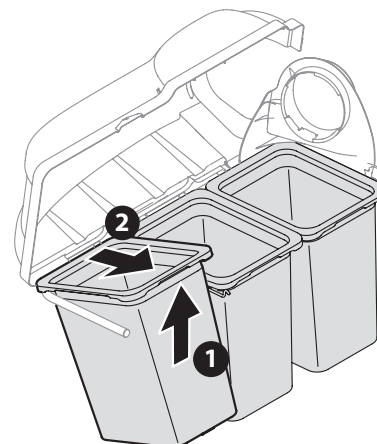

Figure 27
4. Pour retirer les sacs, soulevez chaque sac (1) et retirez-le du support (2), comme indiqué à la Figure 27.